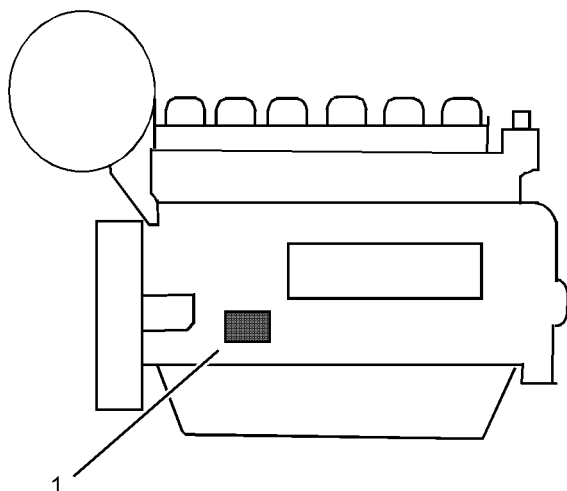

Ilustración 17
La placa del número de serie (1) en un motor de cilindros en línea está ubicada en el lado derecho del bloque de motor. Vea la ilustración 17.